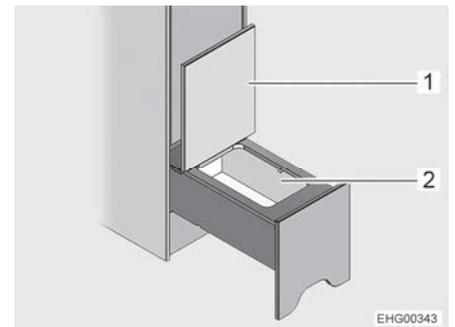

Fig. 83 Compartimento de almacenamiento
- Plegar la tapa (Fig. 83,1) hacia arriba. Se tiene acceso al compartimento de almacenamiento (Fig. 83,2).